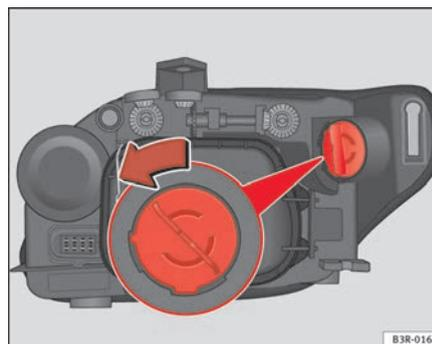

Fig. 190 Lâmpada das luzes indicadoras de mudança de direção
- Rode o porta-lâmpadas no sentido anti-horário agarrando-o pela pega ⇒ fig. 190 e extraia o porta-lâmpadas e a lâmpada.